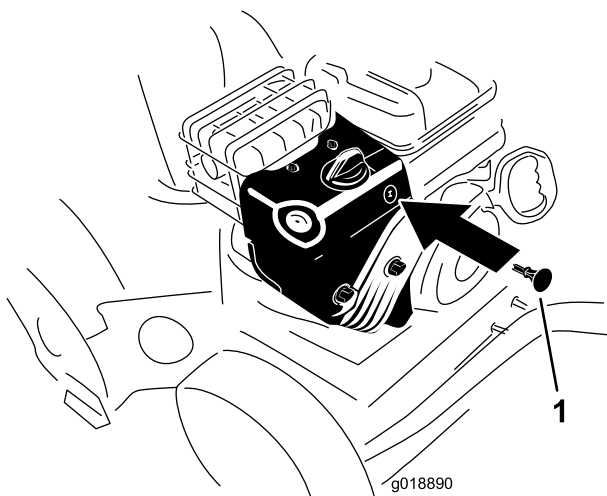

Figure 21
3. Insérez la clé de contact dans le commutateur d'allumage (Figure 21).